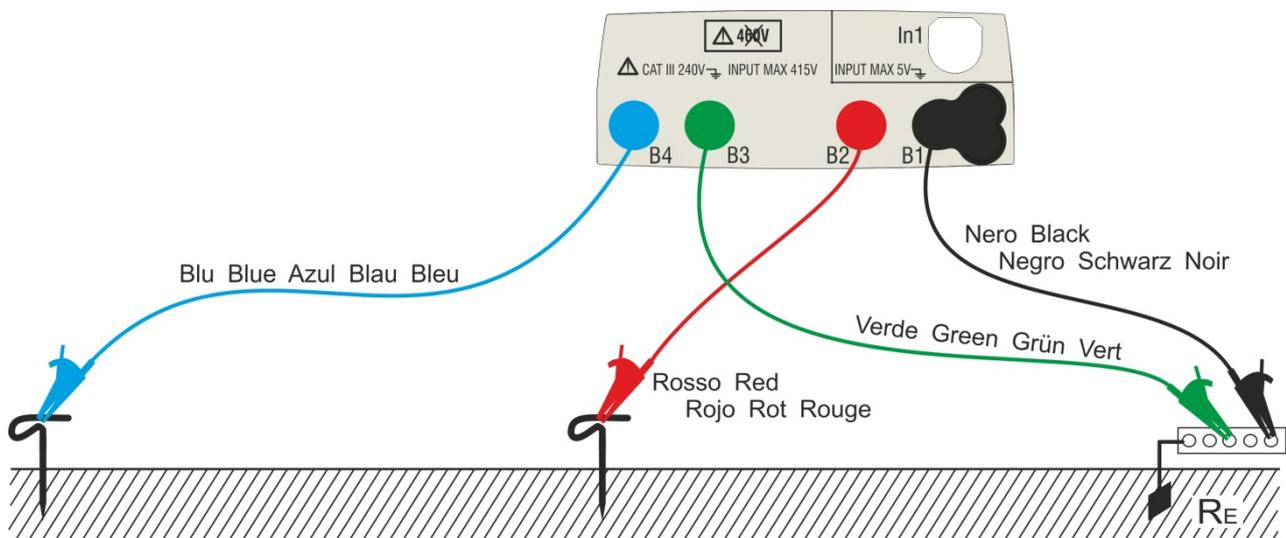
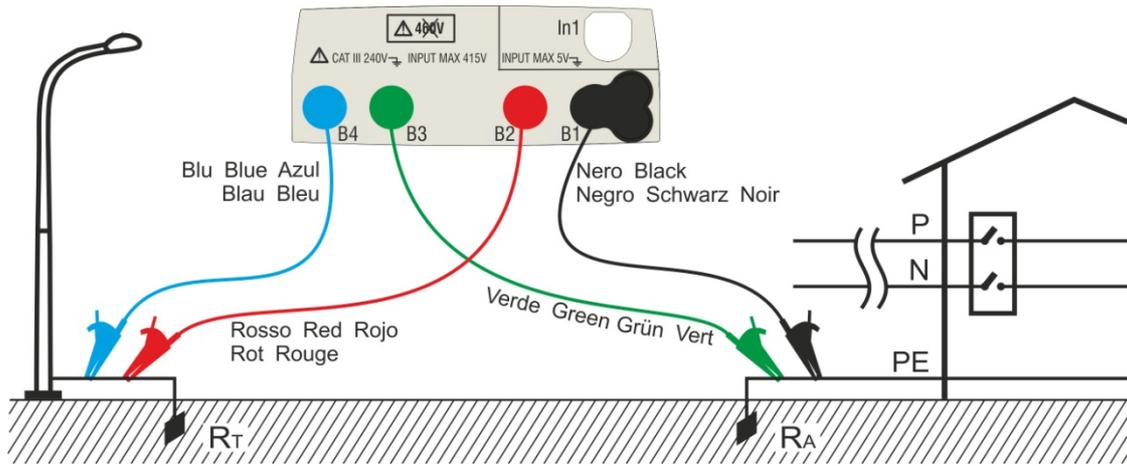
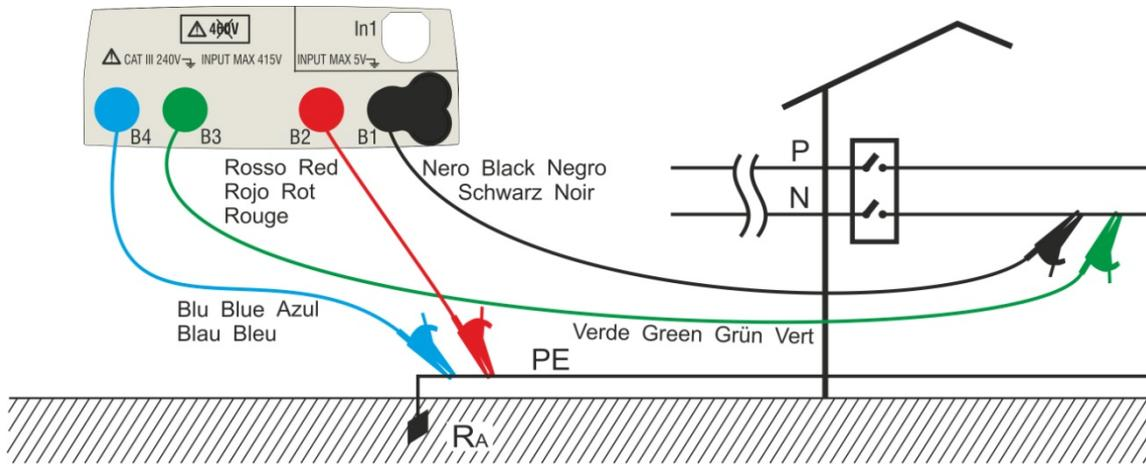
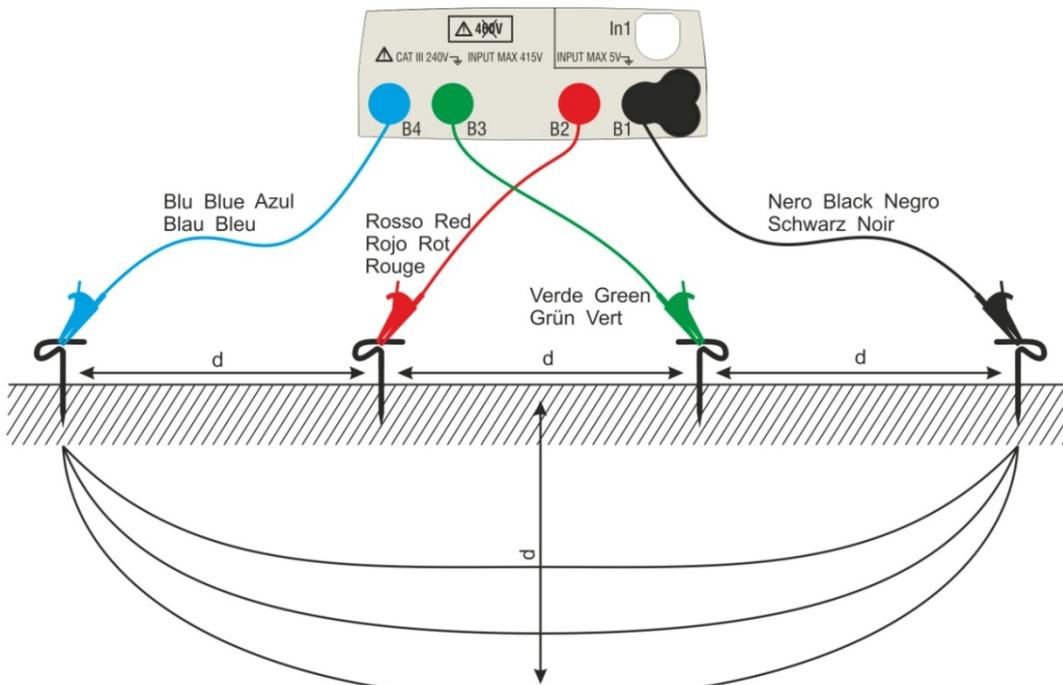

Abb. 26: 3-Punkt Erdungsmessung
Abb. 27: 2-Punkt-Erdungsmessung (mit Hilfsonde)
Abb. 28: 2-Punkt Erdungsmessung über N- Leiter an der Schalttafel
Abb. 29: Messung des spezifischen Erdwiderstandes
- 12 Schließen Sie die Krokodilklemmen an die Erdspeie und an das zu messende System entsprechend Abb. 26, Abb. 27, Abb. 28 oder Abb. 29 an.